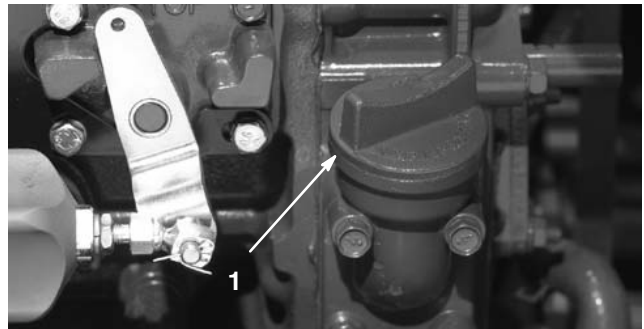

Bild 2
4. Wenn der Ölstand die „Voll“-Marke nicht erreicht, entfernen Sie den Fülldeckel (Bild 2) und gießen genug Öl ein, um den Ölstand bis zur „Voll“-Marke anzuheben. **Füllen Sie nicht zu viel ein.**